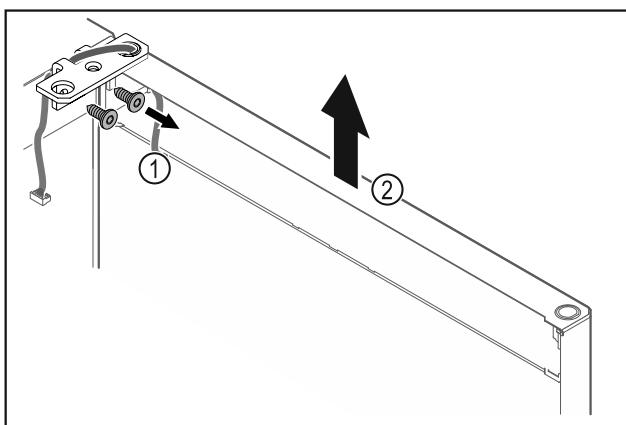

Fig. 25
- Lironi vidat e profilit të menteshës Fig. 25 (1).
- Ngrini drejt lart derën së bashku me profilin e menteshës Fig. 25 (2) rrëth 200 mm dhe hiqeni.